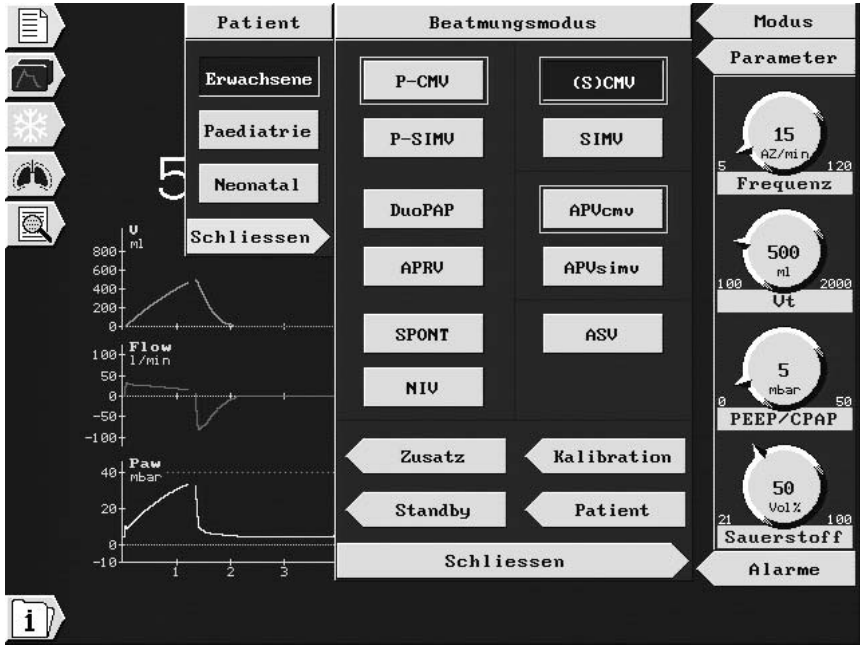

Abbildung 4-2. Fenster Patient
3. Öffnen Sie das Fenster **Patient** (Abbildung 4-2).